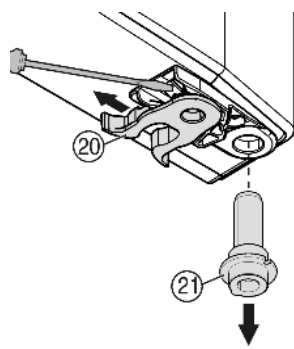

Fig. 9
- Permuter la pince élastique Fig. 9 (20) : appuyer sur l'ergot puis retirer la pince élastique.
- Tirer le pivot d'appui Fig. 9 (21) hors de la douille de porte et la mettre en place ensemble avec la rondelle du côté opposé. Le taquet d'arrêt doit indiquer vers la paroi intérieure de la porte, l'encoche vers la paroi extérieure.
- Pivoter la porte vers le bas et mettre en place le pivot d'arrêt Fig. 9 (21) dans le support d'appui. Event. tourner le pivot d'arrêt de sorte qu'il puisse encliqueter.